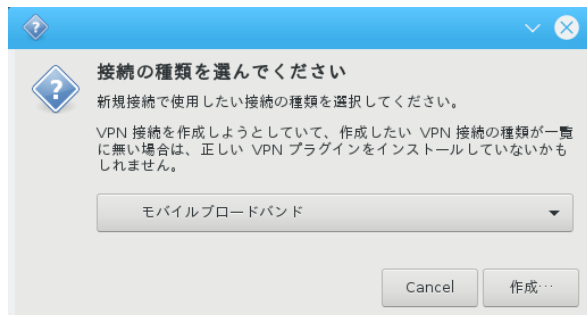

図 4-7-3. ネットワーク種類の選択
- ⑤ 図 4-7-3 のような接続種類を選択するダイアログが表示されます。